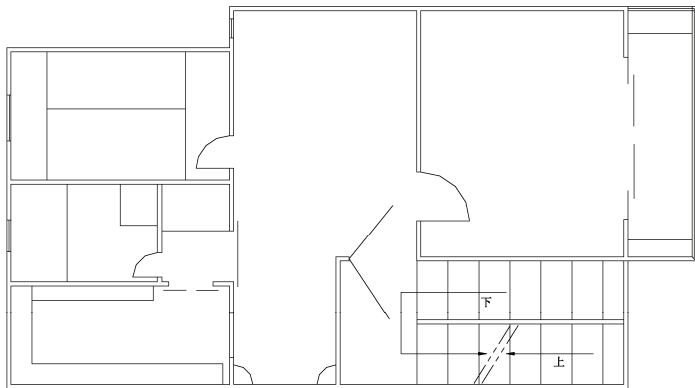

图 T8-8 建筑练习图例
2. 绘制图 T8-8 所示建筑图例，尺寸按照近似的比例自定。